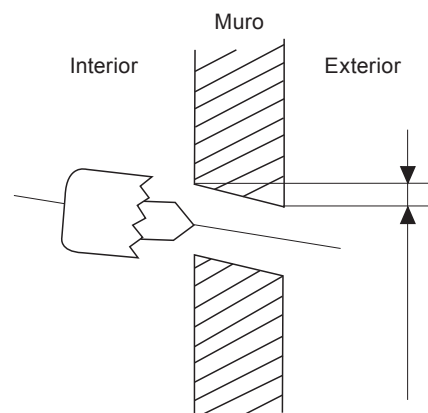

Fig. 3.2
2. Utilizando uma broca de coroa de 65 mm ou 90 mm, faça um furo na parede. Certifique-se de que o furo é efetuado com um ligeiro ângulo descendente, para que a terminação do furo exterior seja inferior à terminação do furo interior cerca de 5 mm a 7 mm. Isto irá garantir uma drenagem de água adequada. (Ver Fig. 3.2)